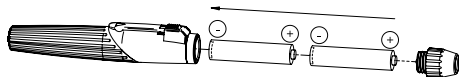

Fig. 3
Pour le mettre en place, dévisser la tête (3) au niveau de la poignée (1) et insérer deux piles alcalines (de type LR03 | AAA | 1,5V) (Fig. 3). Revisser ensuite l'élément de la tête.
Dévisser la tête (3) et la secouer pour faire sortir les piles usagées. Insérer des piles neuves avec le contact plus tourné vers la tête de la poignée (figure 3). Revisser ensuite l'élément de la tête.